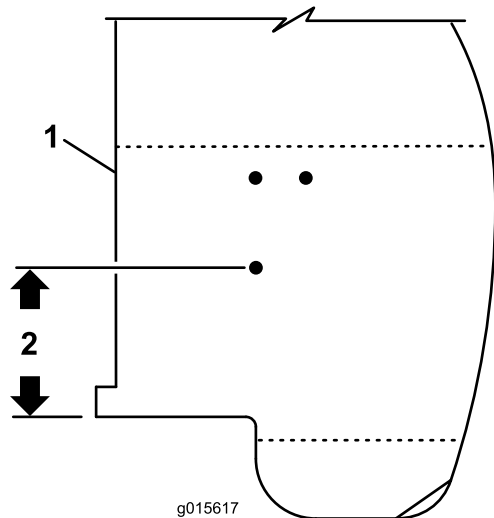

Figura 1
- Si el taladro trasero está a 9,5 cm del borde del guardabarros, como se muestra en Figura 1, vaya al paso 4.